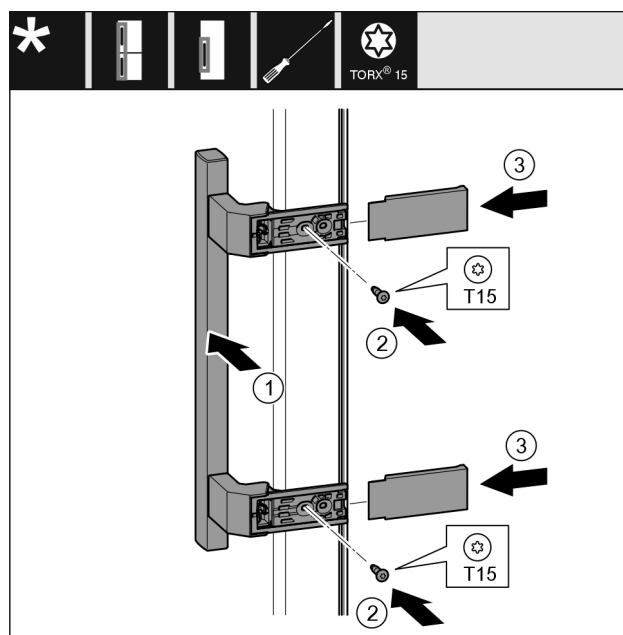

Fig. 22
- Coloque el tirador Fig. 22 (1) en el lado opuesto.
- Apriete los tornillos Fig. 22 (2) con el destornillador.
- Coloque las cubiertas Fig. 22 (3) lateralmente y empújelas.